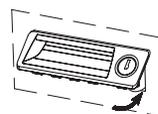

Рис. 1
- Установите верхнюю часть ручки в корпус (рис. 1).